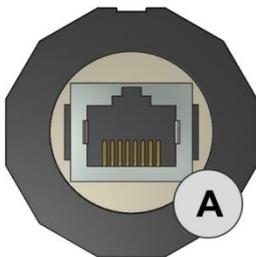

Abbildung 3 – Rückseite des Gerätes
Die Abbildung 3, Seite 14 zeigt die Benutzerschnittstelle des JEVAmet® PZM-2000. Die Belegung des Anschlusses wird in den folgenden Abschnitten beschrieben.
- Verbinden Sie den Anschluss Ihres Controllers oder die entsprechenden Anschlüsse der Anlage über ein abgeschirmtes Kabel mit dem Anschluss für Spannungsversorgung und Signalausgang (🔗📖 Abbildung 3, Seite 14) an der Rückseite des JEVAmet® PZM-2000.
Das Messsignal wird über den Anschluss für Spannungsversorgung und Signalausgang (🔗📖 Abbildung 3, Seite 14) zur Verfügung gestellt. (🔗📖 4.5 Ausgangssignal , Seite 11)